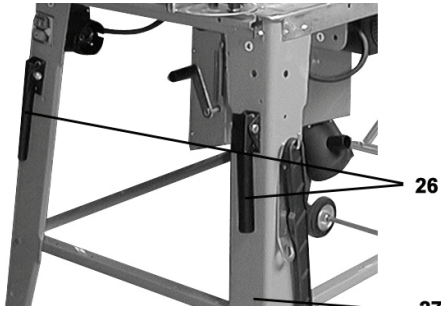

Fig. 21
- Fixați componentul 26 de picior cu ajutorul șuruburilor cu cap hexagonal M8x45 și a piulițelor M8 (v. fig. 21).